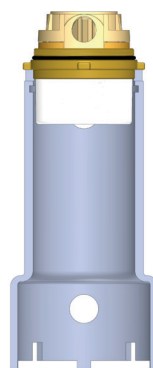

Abb. 6
- 2.12. Mit dem Montageschlüssel die Messkapsel ins UPT führen (Abb. 6). Dabei auf Durchflussrichtung gemäß Pfeile im UPT und unter der Messkapsel achten.